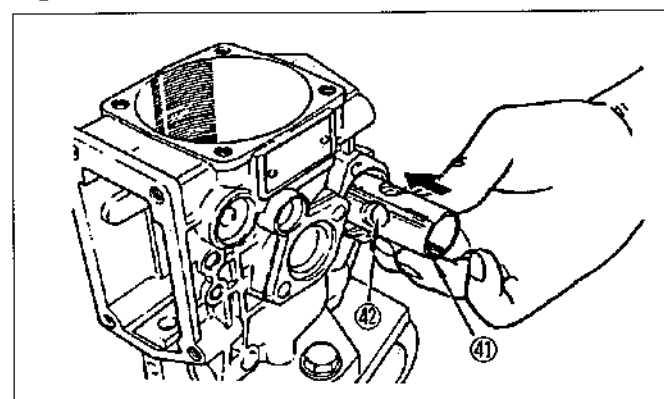

Figura.14-10 Instalación del pistón del variador
Inserte el pistón secundario ④② en el pistón del variador ④①, lubrique el pistón del mismo e insértelo en el cilindro del pistón del variador. (Vea la figura.14-10)